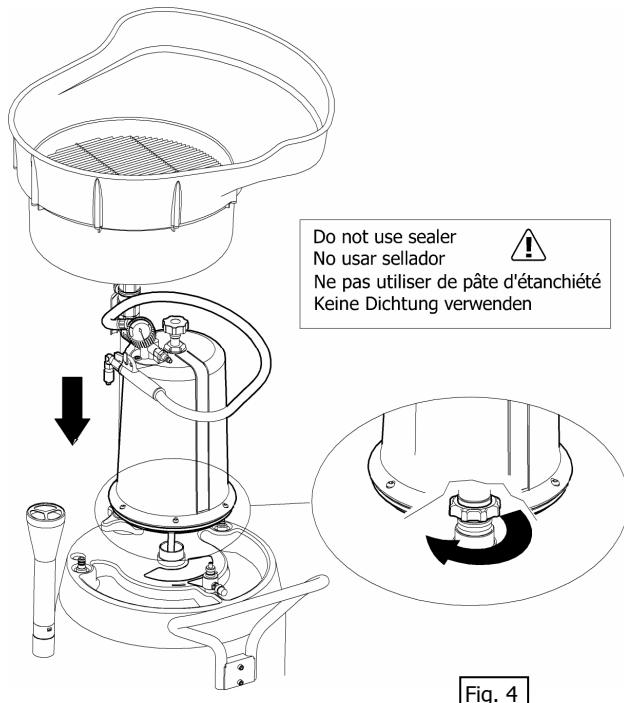

Fig. 4
(F) Monter le bol de pré-vidange à l'aide de la bride. Tourner le viseur comme il est indiqué sur la fig.4